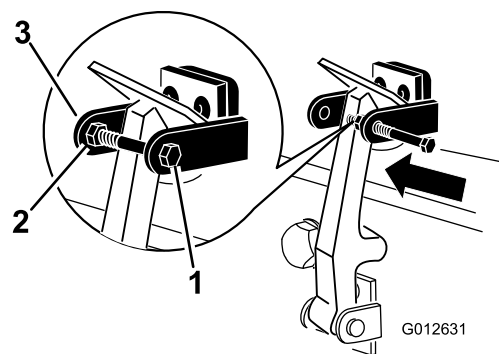

Рисунок 16
7. Вверните болт в другой рычаг кронштейна фиксатора капота для блокировки фиксатора в надлежащем положении (Рисунок 16).